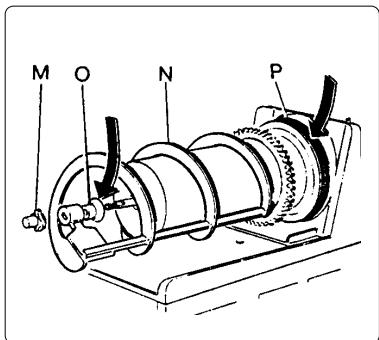

Fig. 16
- f) Remontez le groupe qui sert à mélanger le produit en effectuant les opérations suivantes (voir la fig. 16):
- enduez le joint (O) de graisse de vaseline pour faciliter le glissement et l'étanchéité (opération indispensable);
- remontez le joint (P);
- remontez la spirale qui sert à racler (N);
- fixez tous les éléments en vissant le pommeau (M) dans le sens inverse des aiguilles d'une montre.